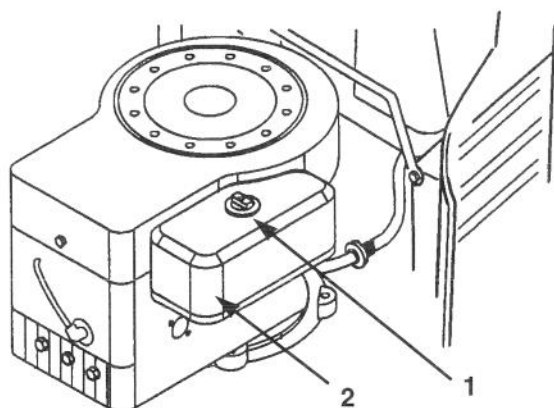

Figure 27
3. Nettoyer la surface autour du filtre à air pour éliminer les saletés qui pourraient tomber dans le moteur et l'endommager. Dévisser le bouton et déposer le couvercle du filtre à air (Fig. 27).
3. Poser le couvercle et le bouton du filtre à air (Fig. 27). Serrer le bouton à fond.